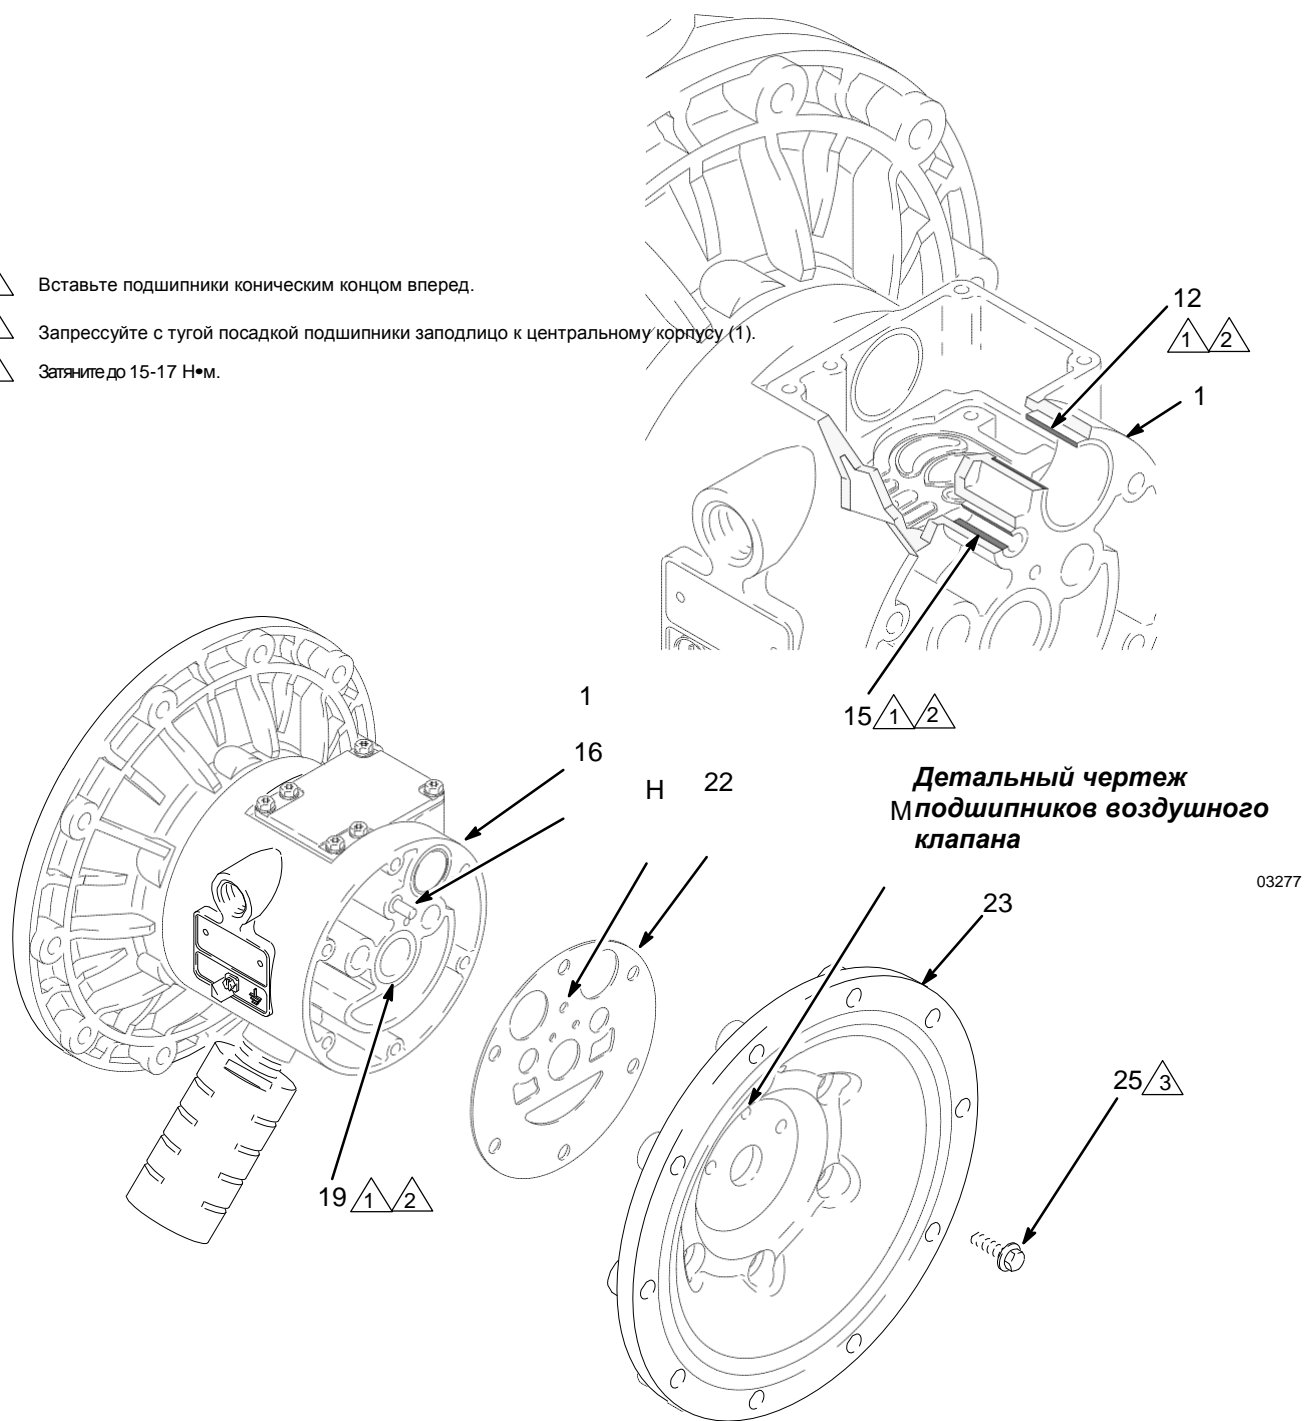

Рис. 14
5. С помощью торцевого ключа 10 мм раскрутите винты (25), которыми воздушные крышки (23) крепятся к центральному корпусу (1). См. Рис. 14.
6. Удалите прокладки воздушных крышек (22). Обязательно замените прокладки новыми.
7. С помощью съёмника подшипников удалите подшипники вала диафрагмы (19), подшипники воздушного клапана (12) или подшипники направляющего штифта (15). Не удаляйте неповрежденные подшипники.
1. Если Вы извлекали уплотнения вала с П-образным сечением (402*), установите их таким образом, чтобы выступы были обращены **наружу из** корпуса (1).
2. Подшипники (19, 12 и 15) имеют коническую форму и могут быть установлены только в одном направлении. Вставьте подшипники в центральный корпус (1), **коническим концом вперед**. С помощью прессы или блока и резинового молотка с тугой посадкой запрессуйте подшипник заподлицо к центральному корпусу.
4. Выровняйте новую прокладку воздушной крышки (22) таким образом, чтобы направляющий штифт (16), выступающий из центрального корпуса (1), проходил в соответствующее отверстие (Н) в прокладке.
5. Выровняйте воздушную крышку (23) таким образом, чтобы направляющий штифт (16) попадал в среднее (М) из трех маленьких отверстий рядом с центром крышки. Вкрутите винты (25) вручную. См. Рис. 14. С помощью торцевого ключа 10 мм, затяните винты ровно на одинаковой высоте друг напротив друга до 15–17 Н•м.
- 2 Запрессуйте с тугй посадкой подшипники заподлицо к центральному корпусу (1).